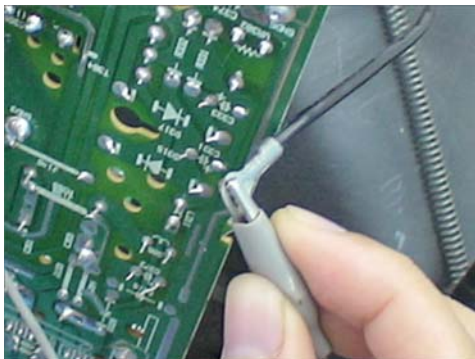

图 2-5 将示波器的接地夹接地
用示波器检测由显卡输入到⑤脚的 R 信号波形，首先将示波器的接地夹接地，具体操作如图 2-5 所示。